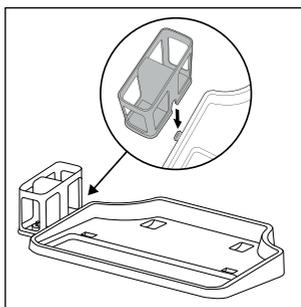

Rys. 3
- ◆ Nawiń kabel zasilający **17** całkowicie wokół uchwytu kabla górnego i dolnego **16/20** (patrz rys. 3).